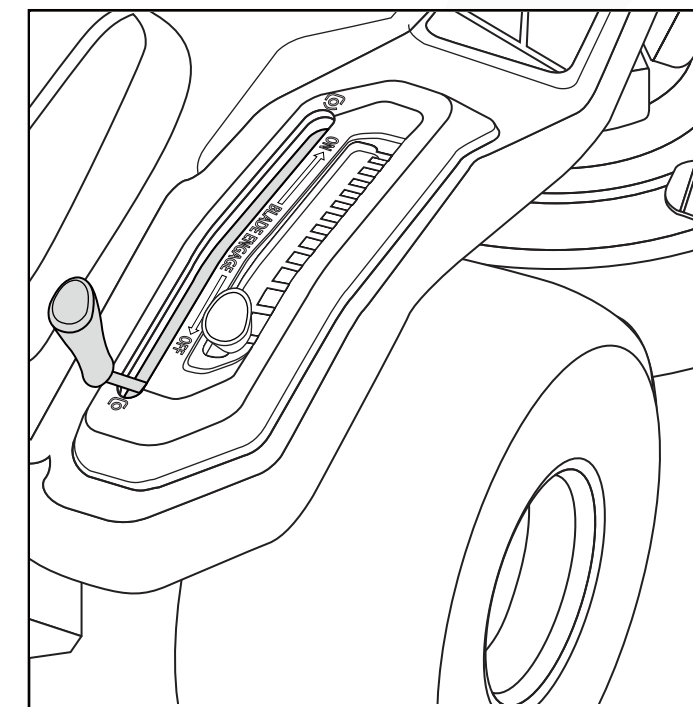

Fig. 21
- Mueva la palanca completamente hacia atrás. (Fig. 21)